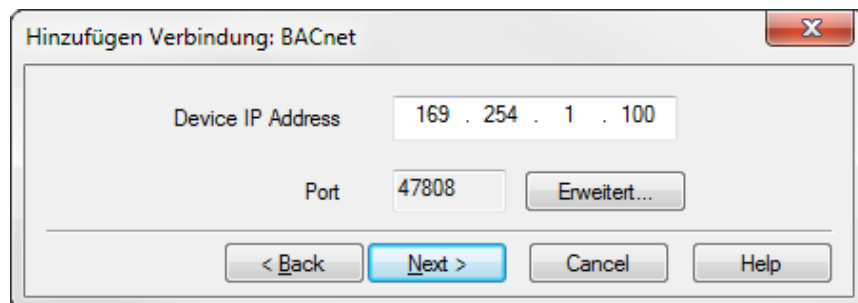

Abbildung 5-8: IP-Adresse eingeben
4. Geben Sie eine eindeutige IP-Adresse ein und klicken Sie dann auf „Weiter“. Wenn der Melder an ein Firmen- oder Spezialnetzwerk angeschlossen wird, muss diese Adresse möglicherweise vom Netzwerkadministrator bereitgestellt werden (Abbildung 5-8).